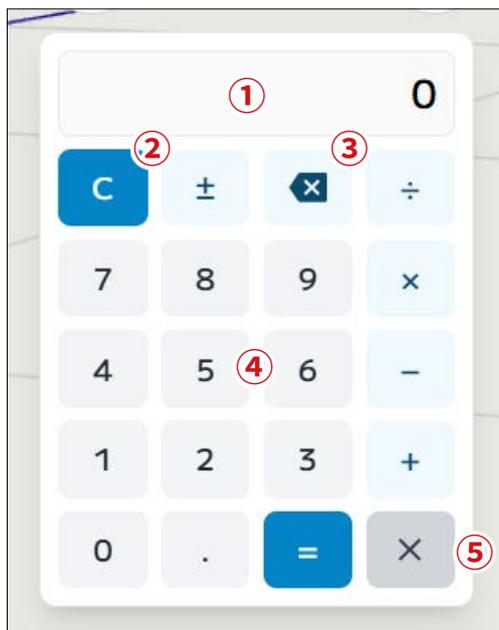

図 8-1 数値入力パネル
- ① 「-」 ボタン タップ（クリック）すると-1.0mm ずつ移動します。
- ② 移動量の入力 移動量を入力します。数値を入力し Enter キーを推すと、材料が移動します。
- ③ 「+」 ボタン タップ（クリック）すると+1.0mm ずつ移動します。
- ④ 「数値入力パネル」 ボタン タップ（クリック）すると数値入力パネル（図 8-1）を表示します。
- ① 「-」 ボタン タップ（クリック）すると-1.0mm ずつ回転します。
- ② 回転量の入力 回転量を入力します。数値を入力し Enter キーを推すと、材料が回転します。90度以外の数値を入力すると、入力した角度で回転を行います。入力値は相対値（現在の角度からの変更量）になります。
- ③ 「+」 ボタン タップ（クリック）すると+1.0mm ずつ回転します。
- ⑤ 回転ステップ 「+」「-」 ボタンを操作したときの回転量の刻み幅を設定します。選択した数値（0.1/1/5）に応じて、回転角度が指定した度数ずつ増減します。
| ④ 「数値入力パネル」 ボタン | タップ（クリック）すると数値入力パネル（図 8-1）を表示します。 |